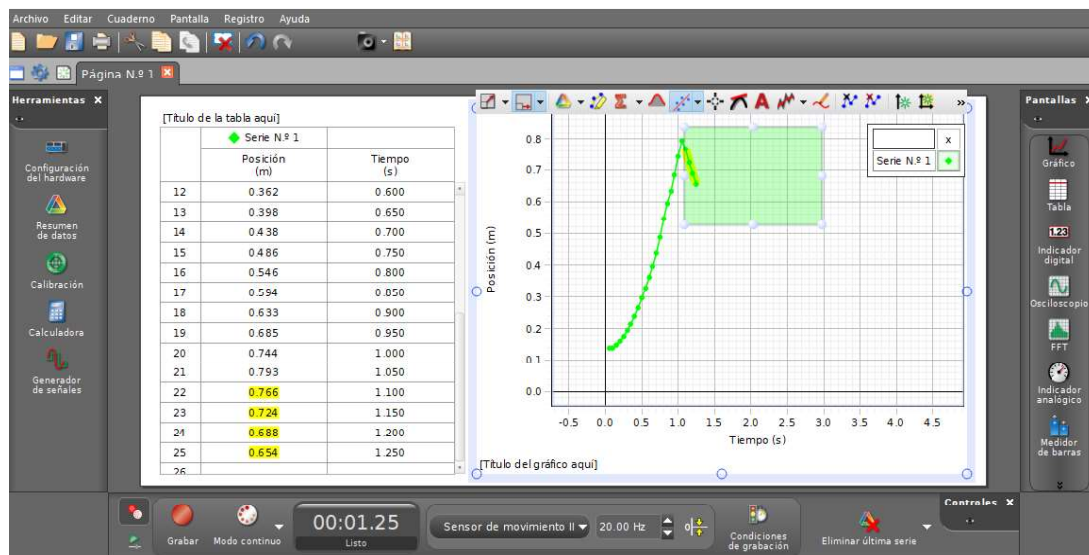

Figura No. 13
6. En el monitor se muestra la gráfica del comportamiento de la posición del carro dinámico. Borre los datos no deseados* y observe si dicho comportamiento es el esperado (*Figura No. 13*), en caso contrario seleccione **<Eliminar última serie>** ubicada en la parte inferior de la pantalla.
*Para borrar los datos no deseados, seleccione el ícono resaltar  (*Figura No. 13*) y aparecerá un recuadro de color que, al dar clic sobre él, se puede desplazar, agrandar o disminuir su área de tal manera que pueda colocarse sobre los datos.